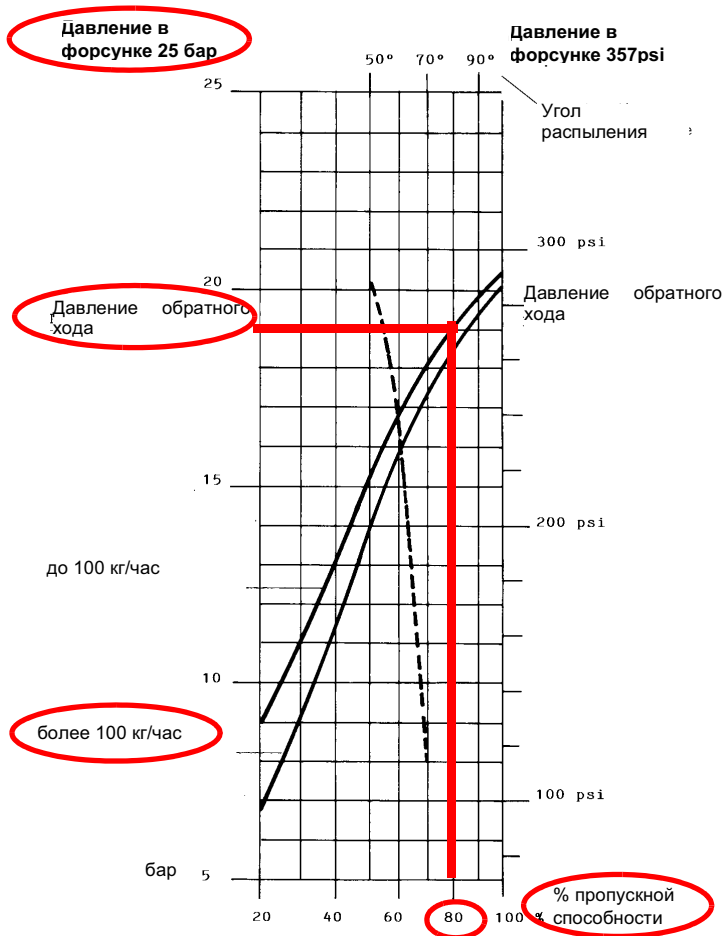
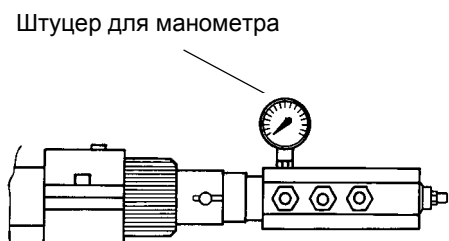

Рис. 15
Рис. 18
Расход мазутного топлива регулируется за счет выбора форсунки (противопоточного типа), соответствующего мощности котла и типу применения размера, а также регулировки давления на прямом и обратном ходе жидкого топлива, согласно данных, указанных в таблице и на графике на Рис. 15 (для считывания давления - читайте последующие параграфы)
Пример : 80% номинального расхода на форсунке можно получить, если установлены форсунки с расходом более 100 кг/час, при давлении на обратном ходе примерно равном 18 бар (см. график на Рис. 15).
- 9 Давление питания форсунки уже отрегулировано заранее на заводе-изготовителе и не должно изменяться. Только в случае необходимости, отрегулировать давление питания (см. соответствующий параграф) следующим образом: установить манометр в положение, указанное на Рис. 18, воздействовать на регулировочный винт **VR** насоса (см. Рис. 17) до получения на форсунке давления в 25 бар (см. график на Рис. 15);